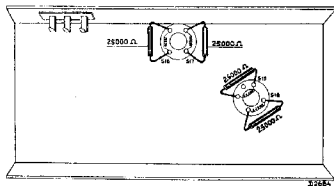

Fig. 3
5. S16 en S19 shunten met een weerstand van 25000 ohm (zie fig. 3).
7. De dempingsweerstand nu over S17 en S18 aansluiten (zie fig. 3).